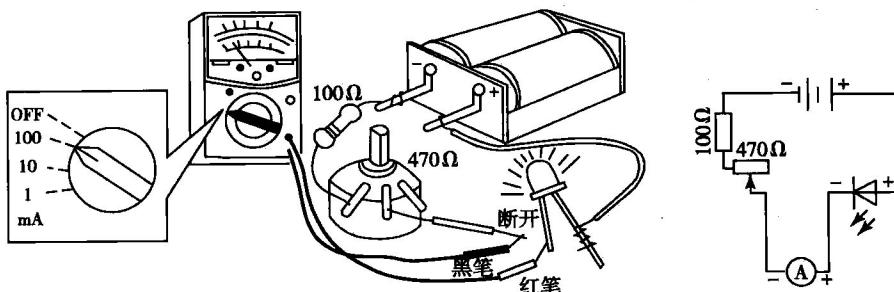

图 1-6 用万用电表测电流
(1) 选择量程：万用电表直流电流挡标“mA”有 1mA、10mA、100mA 三挡量程。选择量程，应根据电路中的电流大小。如不知电流大小，应选用最大量程。
(2) 测量方法：万用电表应与被测电路串联。应将电路相应部分断开后，将万用电表表笔接在断点的两端。红表笔应接在和电源正极相连的断点，黑表笔接在和电源负极相连的断点（图 1-6）。